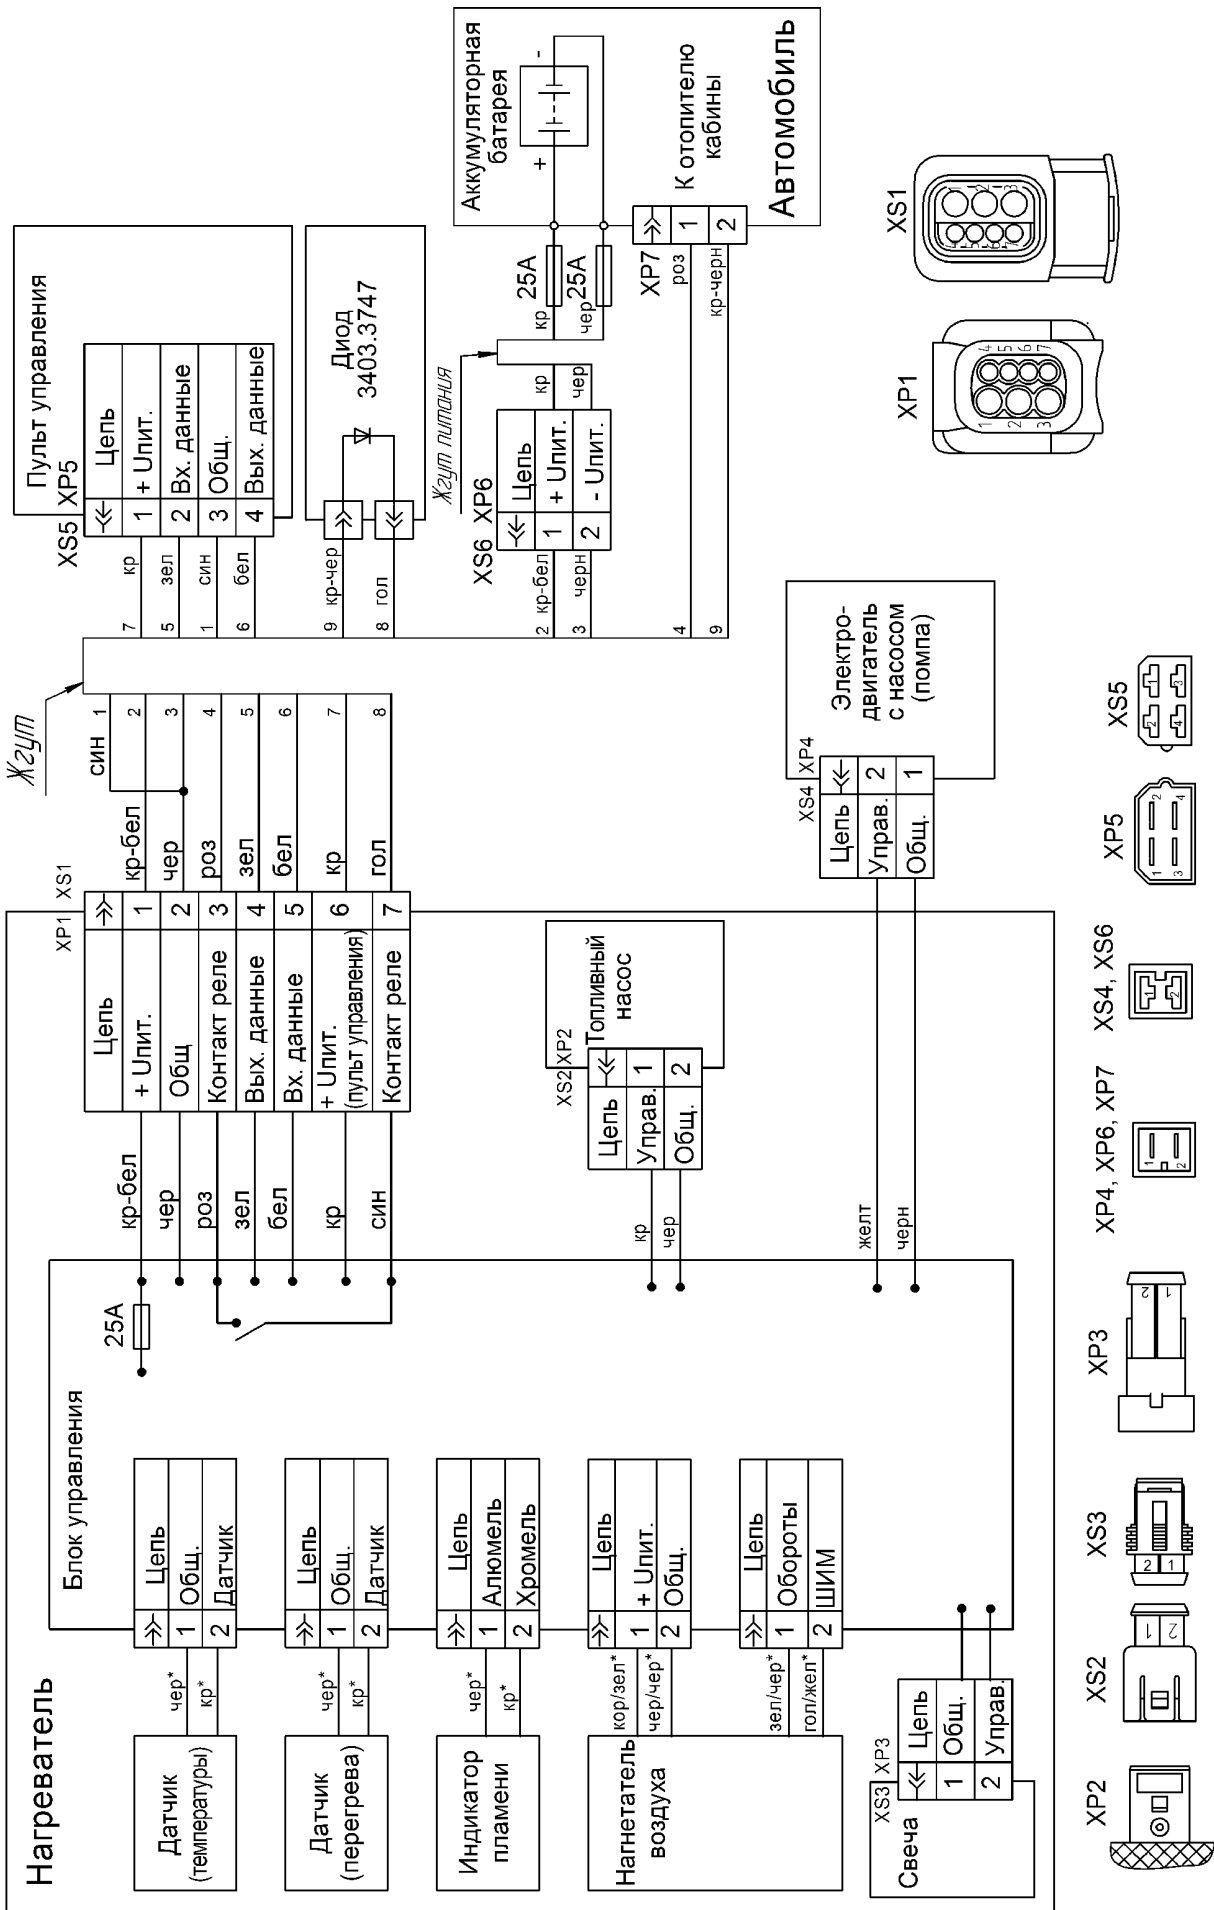

Рис. 1- Схема электрических соединений
Питание подогревателя электроэнергией осуществляется от автотранспортного средства. Схема электрических соединений подогревателя приведена на рис. 1.
8.1 Поиск неисправностей необходимо начать с проверки контактов разъемов проверяемых цепей (см. таблицу 2 и схему электрических соединений на рис. 1 ).